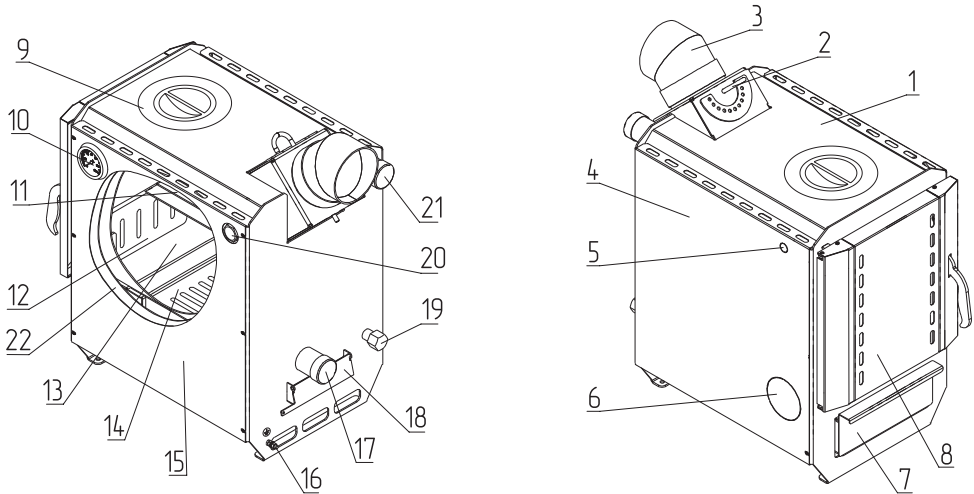
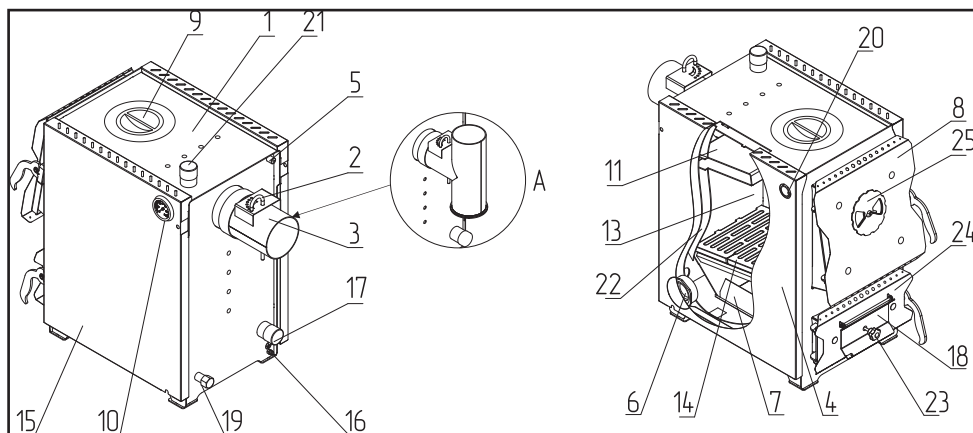

Рис. 1 Устройство аппарата ZOTA Vox 8
Рис. 2 Устройство аппарата ZOTA Vox 10
- Эксплуатировать аппарат без установленного зольного ящика (**Рис. 1, Рис. 2, поз. 7**);
В аппарате ZOTA Vox 10 кВт имеется возможность установки горизонтального или вертикального дымохода (**Рис. 2, Вид А**).